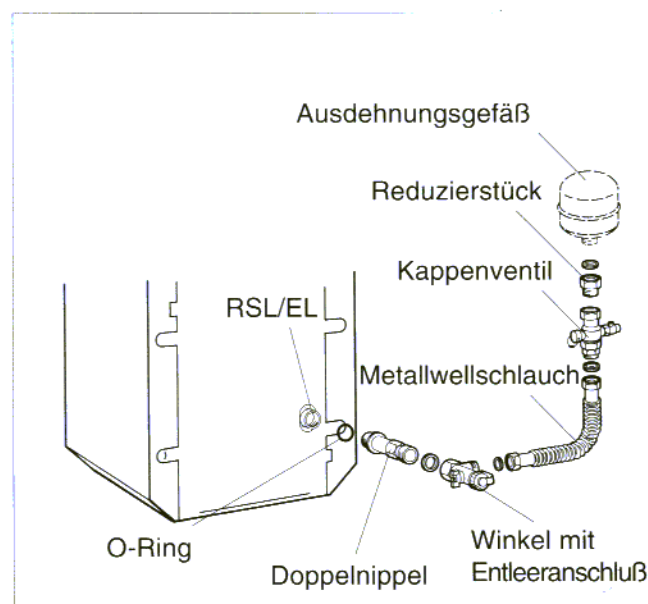

Abb. 2 Ausdehnungs- u. Entleerungs-Set am G124 X
- O-Ring in Doppelnippel einlegen (Abb. 2).
- Doppelnippel in den Entleeranschluß (RSL/EL) des Heizkessels G124 X eindrehen (Abb. 2).
- Flachdichtung in die Verschraubung des Winkels mit Entleeranschluß einlegen und auf den Doppelnippel schrauben (Abb. 2).
- Flachdichtung in eine der Verschraubungen am Metallwellschlauch einlegen und den Metallwellschlauch auf den seitlichen Abgang des Winkels mit Entleeranschluß aufschrauben (Abb. 2).
- Flachdichtung in das Reduzierstück einlegen und das Reduzierstück G1 AG - G  $\frac{3}{4}$  IG auf den Abgang des Ausdehnungsgefäßes aufschrauben (Abb. 2).
- Kappenventil, mit Entleerungs- und Absperrvorrichtung, auf das Reduzierstück G1 AG - G  $\frac{3}{4}$  IG aufschrauben (Abb. 2).
- Flachdichtung in die Verschraubung des Metallwellschlauches einlegen und mit Metallwellschlauch mit dem Kappenventil verschrauben (Abb. 2).